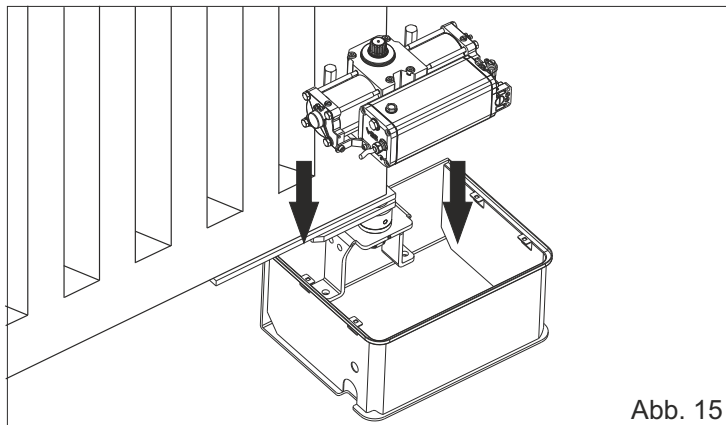
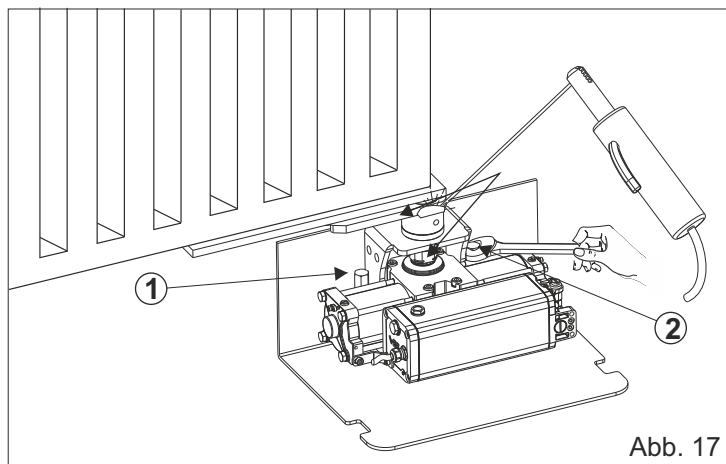

Abb. 15
Abb. 17
**4.1.** Den Antrieb manuell in das tragende Gehäuse einsetzen (Abb.15), die Keilwelle des Antriebs in die Keilbuchse des Gehäuses einführen und den Antrieb mit den dafür vorgesehenen Schrauben wie in Abb. 17 befestigen.